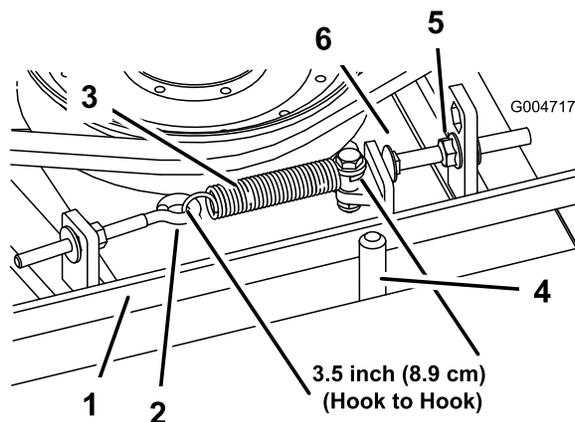

Figura 99
Quando la tensione è corretta, la misura interna della molla di prolunga (da gancio a gancio) deve essere circa 8,3 cm - 9,5 cm. Quando la tensione della molla è giusta, regolate il bullone di arresto (bullone a testa tonda) fino ad ottenere un gioco di 2-5 mm tra la testa del bullone ed il braccio di rinvio (Figura 99).
**Nota:** Verificate che la cinghia si trovi dal lato molla del guidacinghia (Figura 99).
2. Allentate il bullone ad occhio per consentire la rimozione della molla di prolunga (Figura 99).
3. Allentate il dado flangiato che fissa il bullone di arresto all'aletta di montaggio e spostate la puleggia tendicinghia dalla cinghia per rilasciare la tensione (Figura 99).
9. Collegate la molla di prolunga (Figura 99) al bullone ad occhio e tendete la cinghia come segue: